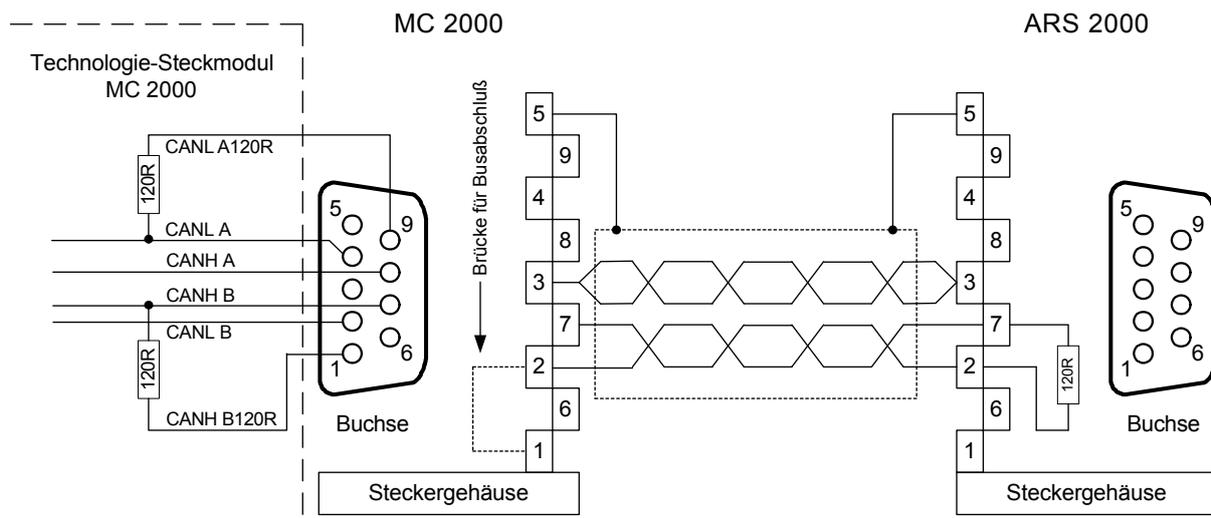

Abbildung 3: Verkabelungsbeispiel für CAN-Bus
- ***) CANB-High Signalleitung intern über einen 120Ω Widerstand geführt. Durch Anschlussverbindung dieser High-Signalleitung mit der zugehörigen Low-Signalleitung kann der Einsatz eines externen Abschlusswiderstandes eingespart werden (siehe **Abbildung 3: Verkabelungsbeispiel für CAN-Bus**).